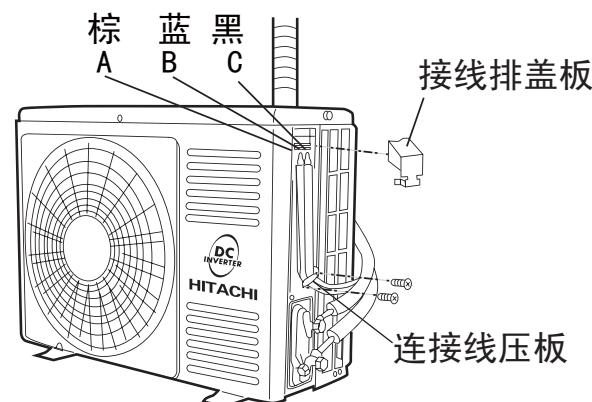

图37
- (1) 将接线排盖板取下。
- (2) 将连接电缆分别按图37正确的牢固连接。